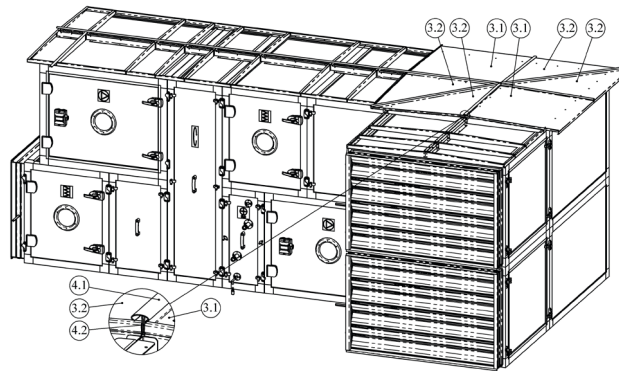

Abb. 6.4
4. Platzieren Sie die Segmente eines Eckdaches wie in Abbildung 6.4 gezeigt.